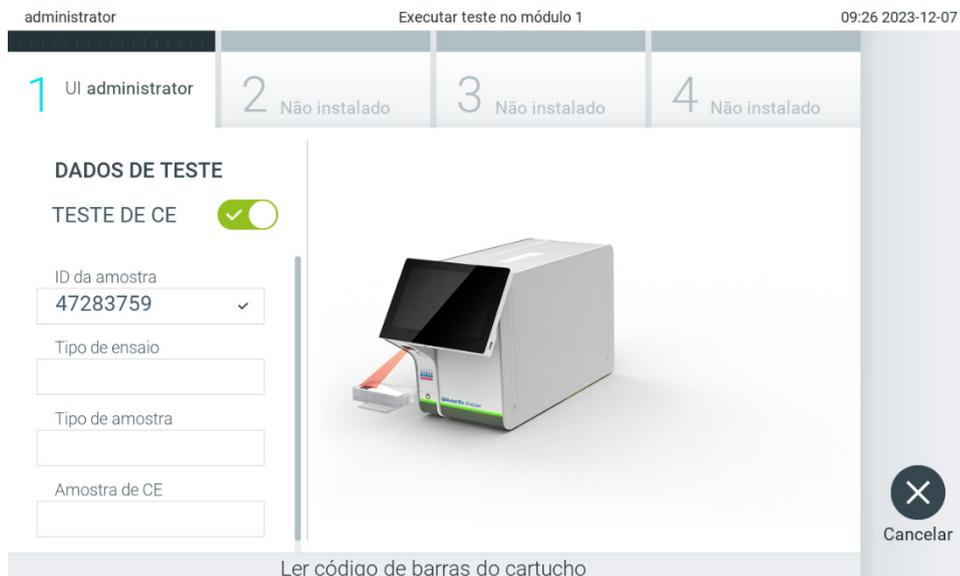

Figura 93. Lendo o código de barras do cartucho de ensaio QIAstat-Dx.
4. Quando solicitado, faça a leitura do código de barras do cartucho de ensaio QIAstat-Dx a ser usado. O QIAstat-Dx Analyzer 2.0 reconhece automaticamente o ensaio a ser executado, com base no código de barras do cartucho de ensaio QIAstat-Dx (Figura 93)